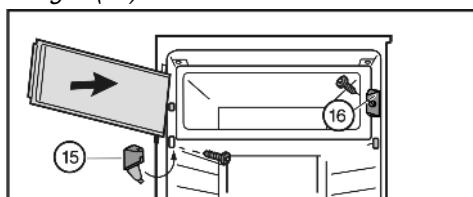

Fig. 7
- Установите запирающий элемент Fig. 7 (16).
► Установите опорный кронштейн Fig. 7 (15) и закройте крышку.